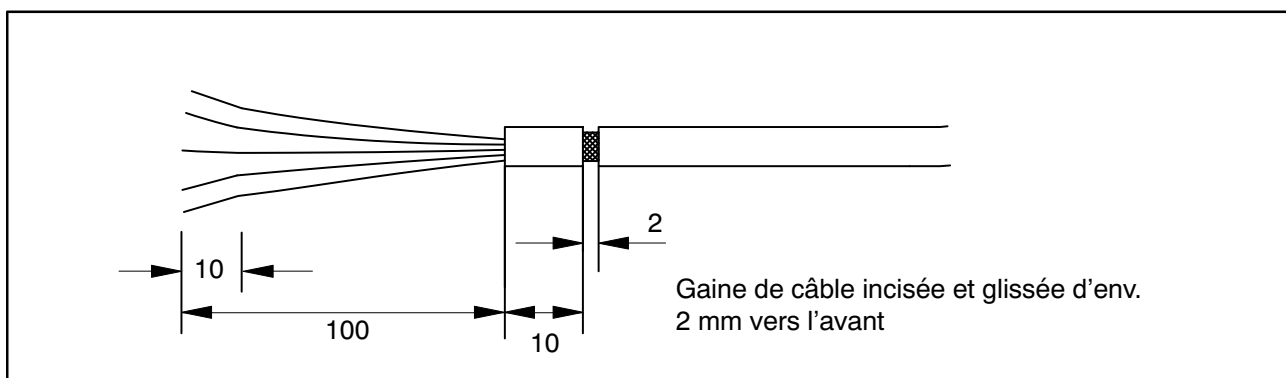

Fig. 6.2 : Gaine de câble incisée
4. Inciser la gaine de câble comme indiqué sur la Fig. 6.2 afin d'accéder au blindage.